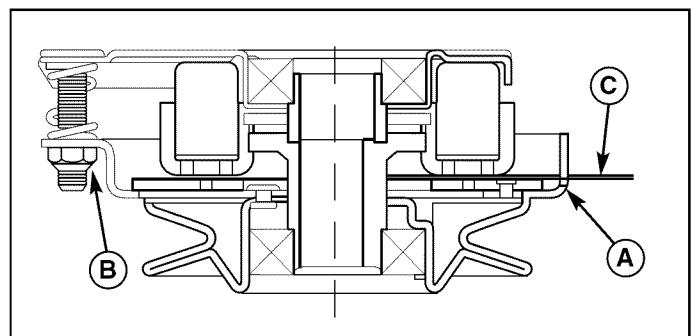

Figura 22. Ajustar embrague del PTO
3. Introduzca una lámina calibradora (C) de 0,40 a 0,45 mm (de .016" a .018") por cada ventana, colocando el calibrador entre la cara del rotor y la cara del armazón como se muestra en la Figura 22.
4. Apriete las tuercas de ajuste (B) una tras otra hasta que la cara del rotor y la cara del armazón apenas hagan contacto con el calibrador.